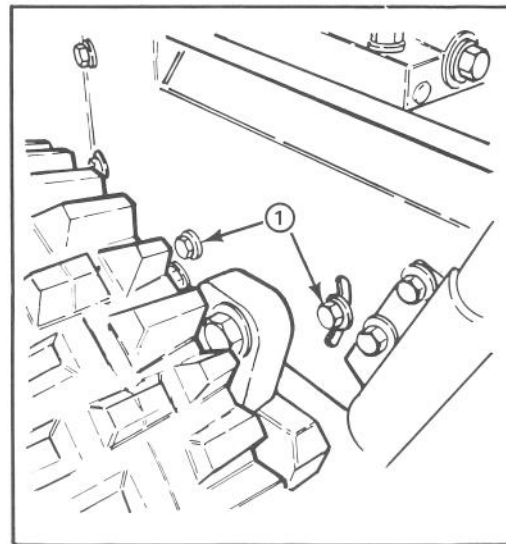

Figure 23
3. Desserrez les 4 boulons à tête à collerette (2 boulons de chaque côté) qui tiennent le châssis de transmission au châssis du moteur (fig. 23).